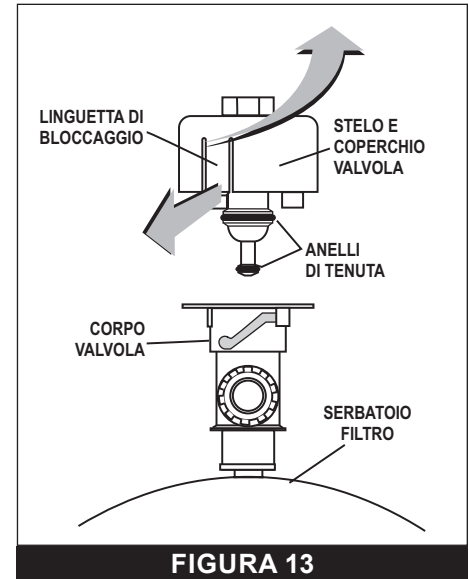

FIGURA 13
2. Con la valvola di sfiato dell'aria installata, estrarre le linguette di bloccaggio e sbloccare lo stelo della valvola e il gruppo del coperchio dal corpo della valvola ruotando in senso antiorario (**FIGURA 13**).